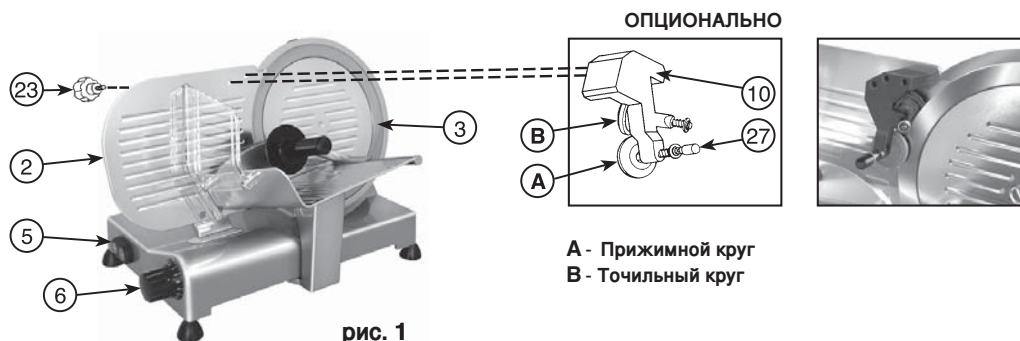

рис. 1
- Установить подвижную часть (2) на максимальном расстоянии от лезвия (3) вращая ручку со шкалой (6).
- Установить точильное устройство (10) на подвижную стенку (2), как показано на рис. 1, блокируя его с помощью круглой ручки (23).
- Нажать на кнопку пуска двигателя (5), чтобы включить автоматическую заточку; при необходимости поворачивать ручку со шкалой (6) до тех пор, пока точильный круг не начнет вращаться вместе с лезвием.
- Затачивать лезвие автоматически около минуты, затем нажать на кнопку прижатия прижимного круга (27) на две-три секунды; выключить двигатель, одновременно отпуская кнопку.
- После заточки снять затачивающее устройство (10) с подвижной части (2) и вставить его на место.